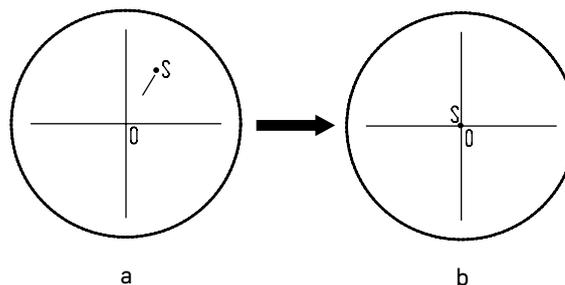

Рис. 19. Настройка канала визуализации
- Установите рукоятку переключения светового потока **3** в положение для наблюдения через окуляры. Наблюдая объект через окуляры, найдите отличительную точку в поле зрения (легко идентифицируемую цель, такую как точка *S* на рис. 19а), переместите объект на предметном столике так, чтобы данная точка находилась в центре поля зрения, как показано на рис. 19b. Для этой процедуры вместо обычного препарата удобно использовать специальный калибровочный слайд с перекрестием, а вместо обычного окуляра – окуляр с перекрестием.